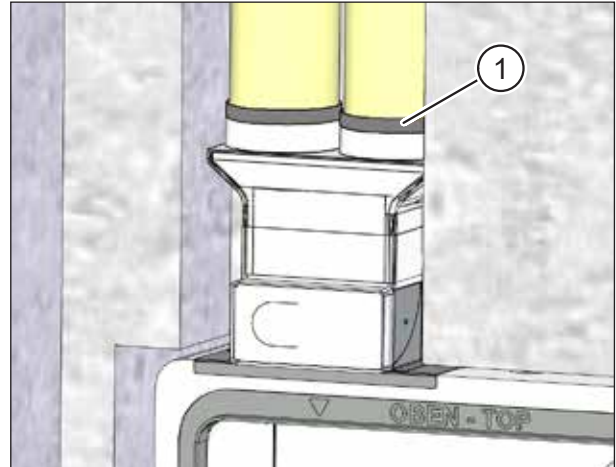

Abb. 23: Flexrohrverbindung mit Dichtband fixieren
- ▶ Setzen Sie die Flexrohre in die Öffnungen des Flexrohranschlusses am Mauerkasten ein und dichten Sie die Verbindungsstelle mit einer Lage Dichtband von 30 mm Breite ab (Pos. 1 in Abb. 23) oder setzen Sie Dichtringe ein. Diese sind als Zubehör M-WRG-FR-DR75 erhältlich.